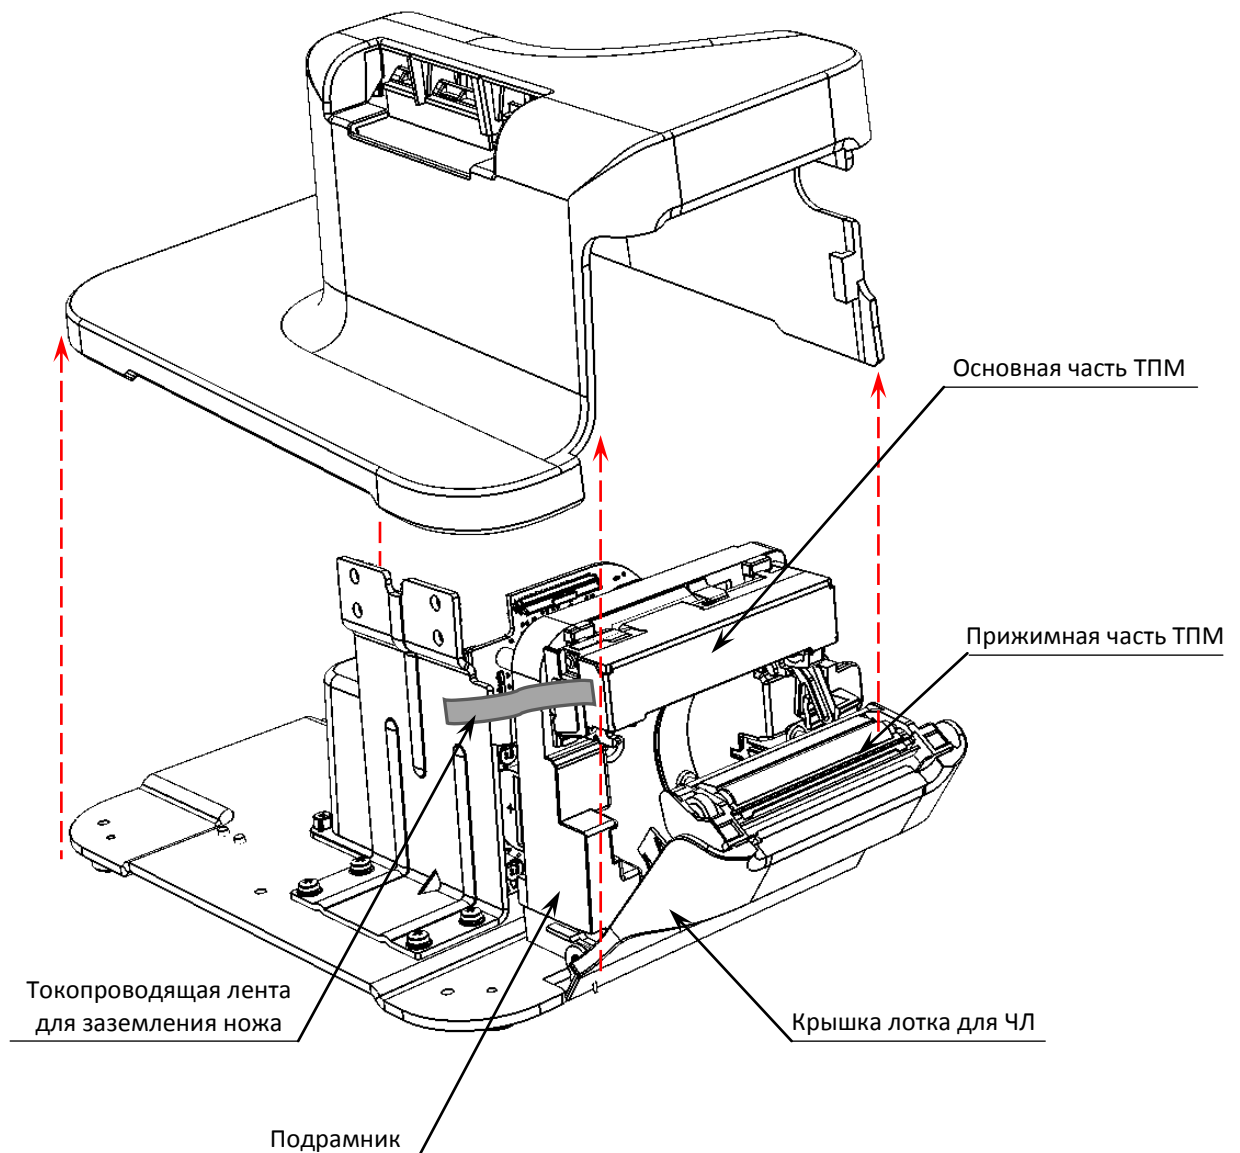

Рисунок 18. Снятие верхней части корпуса
5. Открыть крышку лотка для ЧЛ и отделить верхнюю часть корпуса изделия (рисунок 18). Заккрыть крышку лотка.